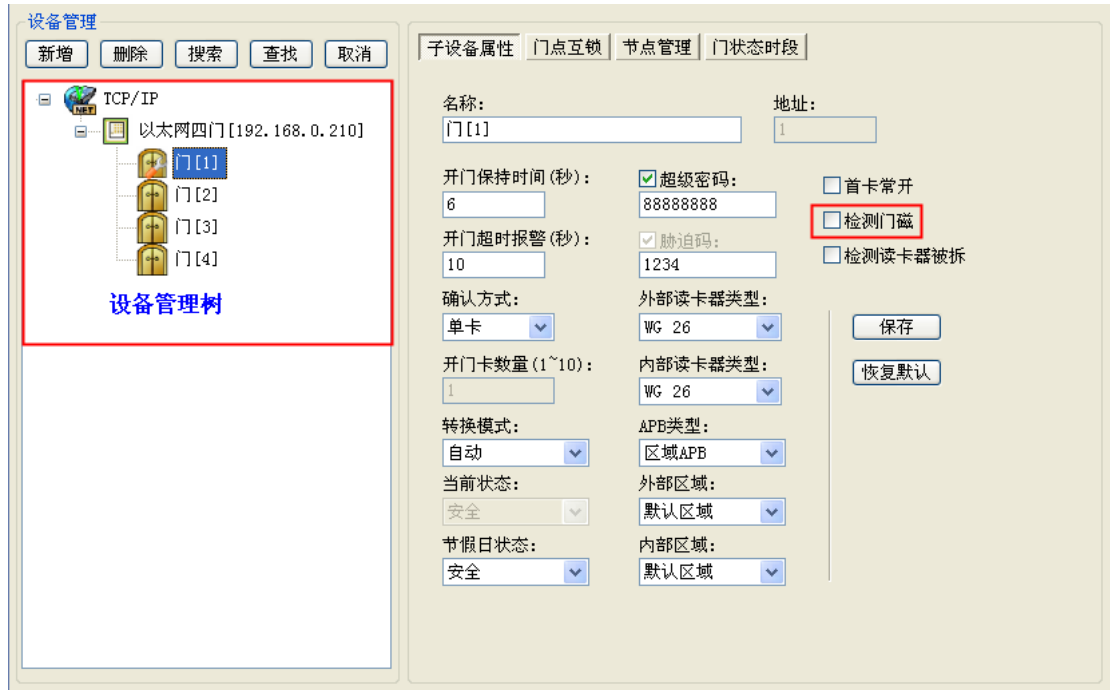

图 3.5 控制器列表与门点属性
- (5) 点击“搜索设备”按钮，搜索所有控制器。搜索完毕后，所有在线控制器将以树形结构显示在设备管理界面的左边，如图 3.5所示。控制器和门点图标为彩色表示管理软件与控制器通信正常，为灰色表示通信不正常。
门点属性包括开门保持时间和门开超时报警时间等内容，如图 3.5所示。当控制器门磁输入端口没有接入门磁，并且管理软件使能了检测门磁，则与控制器相连的读卡器会不断鸣叫报警，这时请去掉检测门磁选项，点击“保存”按钮。